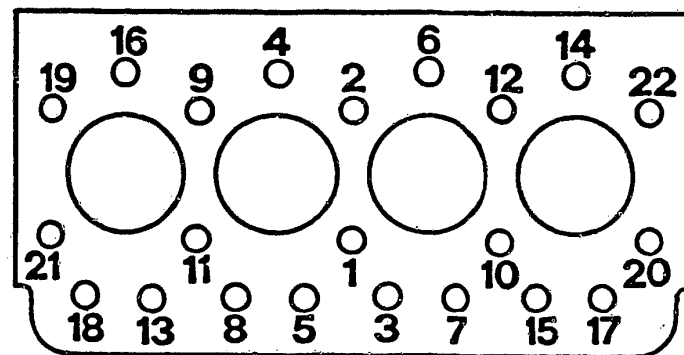

Bild 14 Diesel-/Turbo-Dieselmotor 2500: Das Anziehen der Zylinderkopfschrauben erfolgt in drei Stufen in der gezeigten Anzugsreihenfolge.
c) **Zylinderkopfdichtung:** Die 22 Befestigungsschrauben des Zylinderkopfes sind in drei Schritten in der Anzugsreihenfolge nach Bild 14 anzuziehen. Zuvor lässt man die eingeölte Schrauben während einer halben Stunde abtropfen. Die Schrauben werden zuerst mit 40Nm angezogen, nochmals mit demselben Drehmoment nachgezogen, und dann um 180° weitergedreht. Ein späteres Nachziehen entfällt.